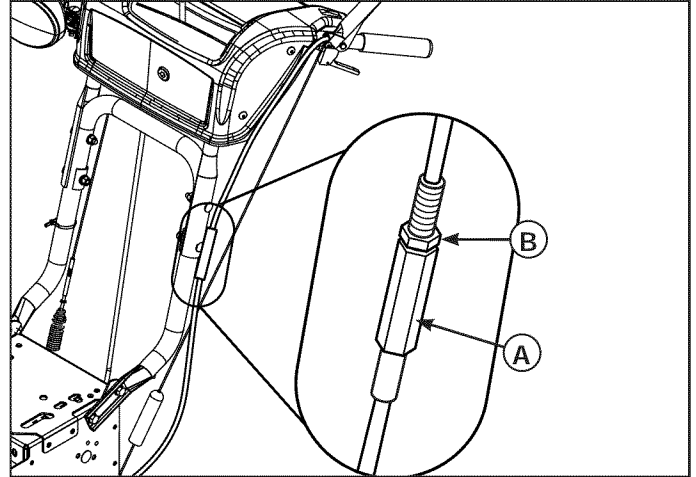

Figura 39. Ajuste del cable
2. Afloje la tuerca de bloqueo (B, Figura 39).
3. Gire la tuerca de ajuste (A) para alargar o acortar el cable. El cable debe apretarse justo hasta que se elimine toda holgura se elimine de la palanca, sin embargo no debe acoplar el Easy Turn™ sin pulsar la palanca de control.